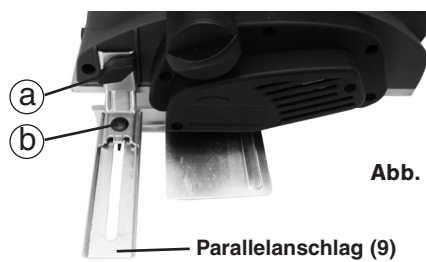

Abb. 5
5.6 PARALLELANSCHLAG (Abb. 5/6)